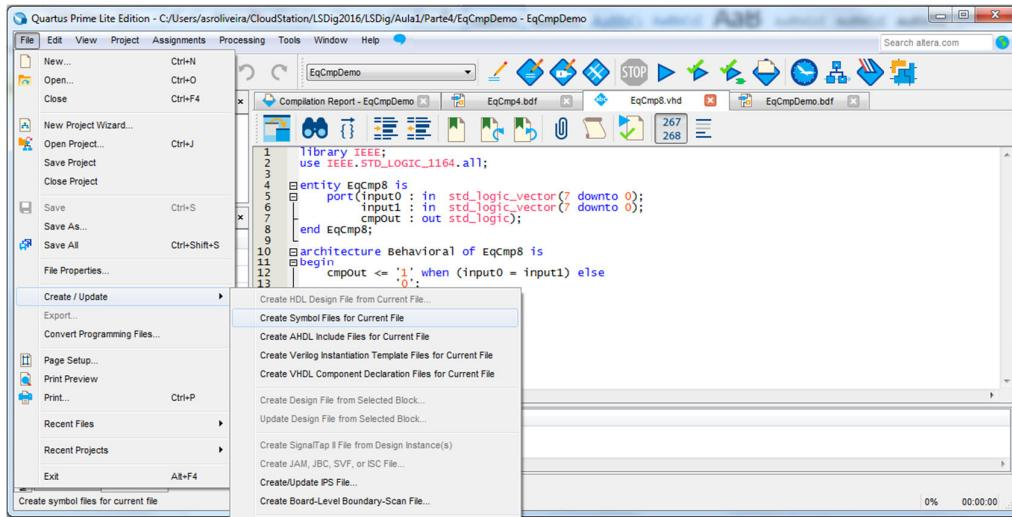

Figura 66 – Criação de um símbolo para o módulo “EqCmp8”.
**10.** Crie um símbolo para o módulo descrito no ficheiro “EqCmp8.vhd”, tal como ilustrado na Figura 66, de forma a poder instanciá-lo num diagrama esquemático.